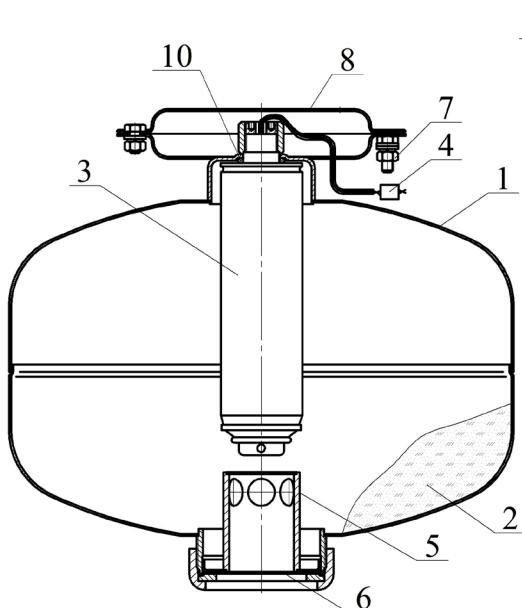
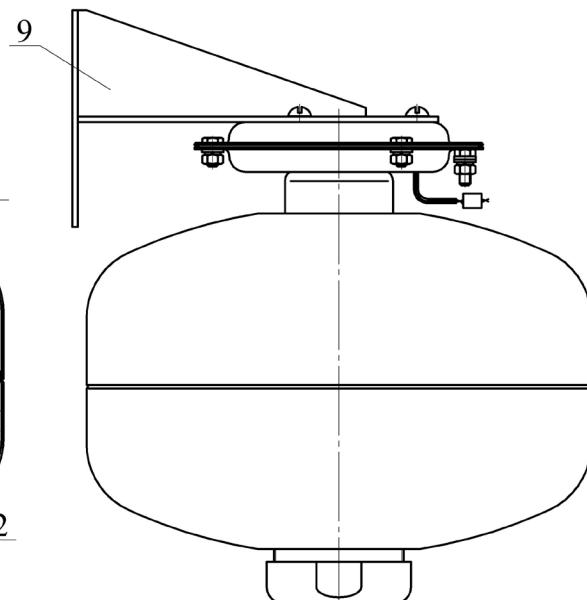

Рисунок 1
Рисунок 2
4.1.1 МПП (см. рисунки 1 и 2) состоит из корпуса **1**, в котором размещаются огнетушащий порошок (ОП) **2** и источник холодного газа (ИХГ) **3** с элементом электропусковым **4**. В нижней части корпуса находится насадок-распылитель **5**, выходное отверстие которого перекрыто мембранный **6**. Модуль имеет заземляющий зажим **7**. В верхней части МПП снабжён кронштейном **8** для крепления к потолочному перекрытию (рисунок 1) или кронштейном **9** для крепления к стене (рисунок 2).
6.2 Закрепить кронштейн 8 (см. рисунок 1) на потолке или кронштейн 9 (см. рисунок 2) на стене. Координаты отверстий в кронштейне, предназначенном для крепления МПП на потолке, приведены на рисунке 3а), на стене – на рисунке 3б).
7.3 Комплект поставки для перезарядки МПП (см. рисунок 1):